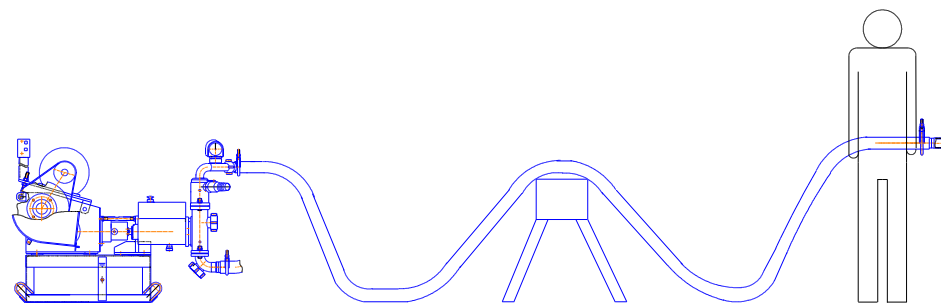

Рис.1
2.4.9. Для подачи раствора на дальние расстояния с преобладанием подачи по горизонтали необходимо растворопровод в месте подсоединения к нагнетательному патрубку уложить на возвышение высотой приблизительно 1 м (рис. 1). При большом расстоянии подачи смеси растворопровод следует поднимать каждые 15-20 метров.